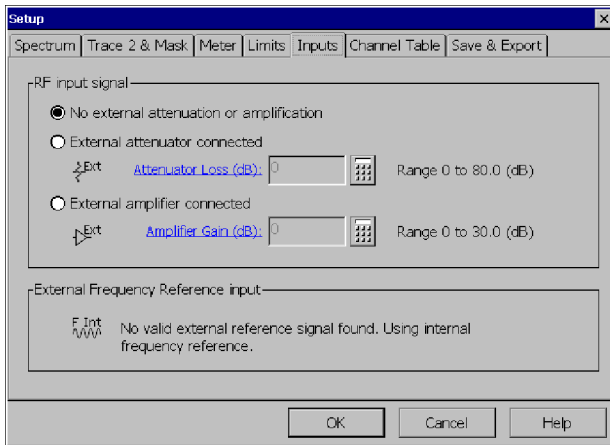

Figure 2-9: Inputs tab
3. Tap the **Inputs** tab. See Figure 2-9.